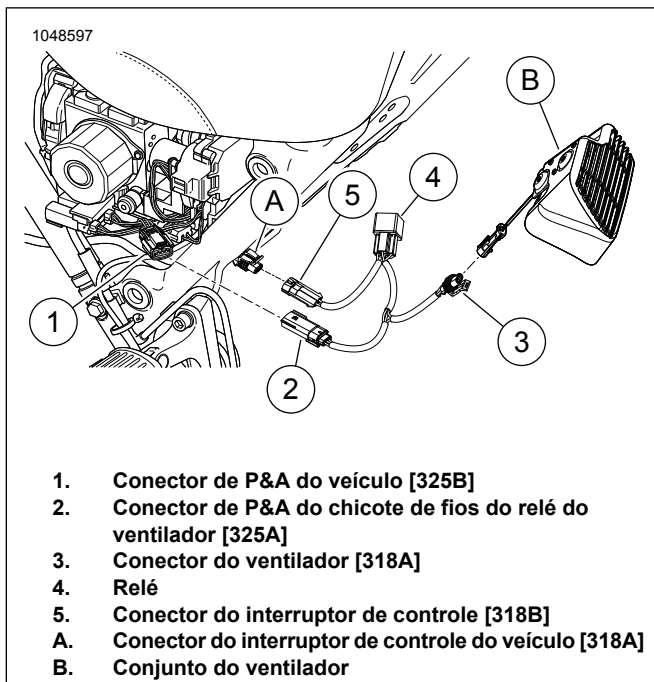
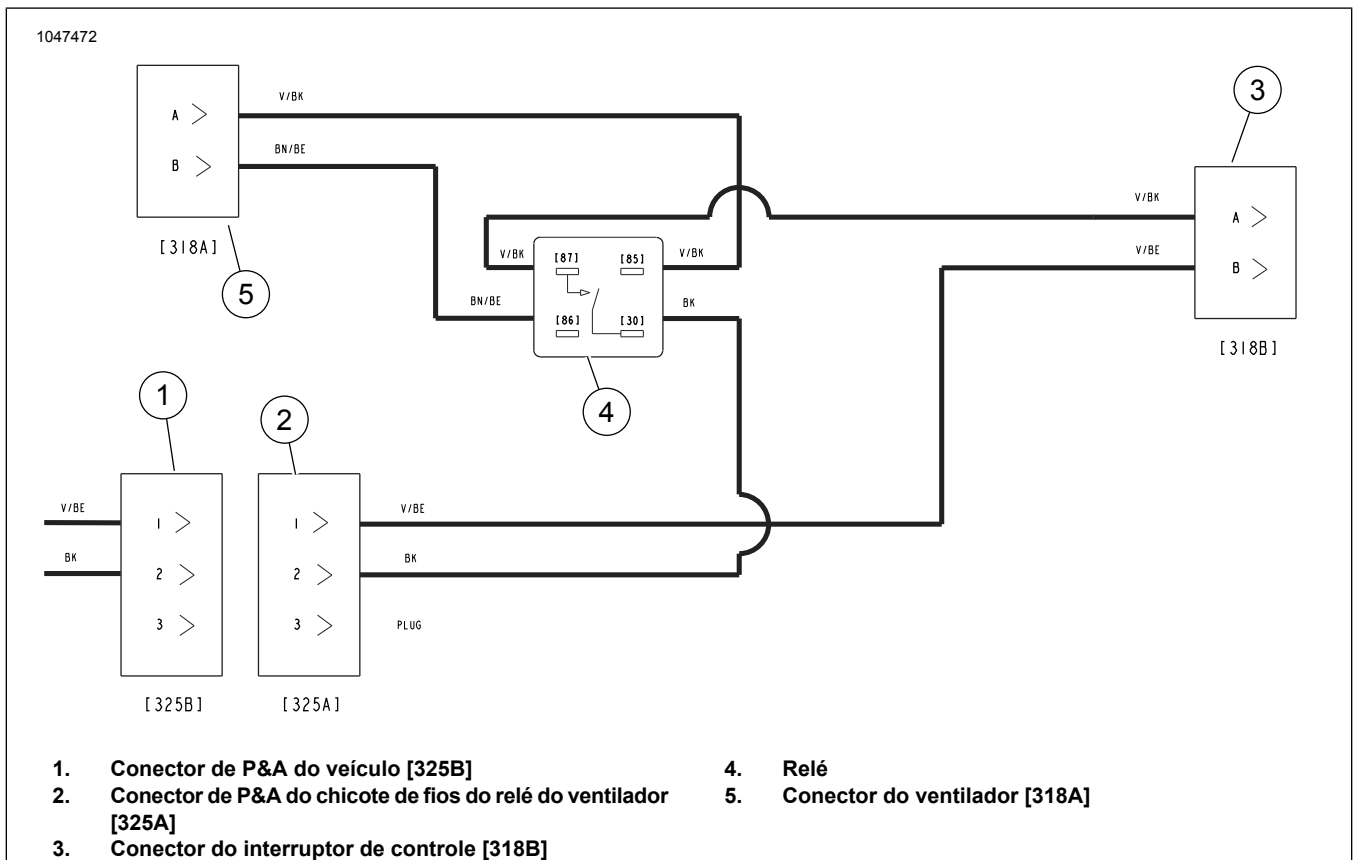

Figura 4. Conectores de chicote de fios
Figura 5. Diagrama da fiação do ventilador para conforto térmico
Veja Figura 5 . Instale um chicote de fios com adaptador de comutação de circuito opcional se mais de um acessório precisar ser conectado entre o conector de P&A do veículo (1) e o conector do chicote de fios do relé da ventoinha (2).
- Veja Figura 4 e Figura 5. Conecte os conectores do chicote de fios.
- a. Conecte o conector de P&A do veículo (1) no conector do chicote de fios do relé do ventilador (2).
- b. Conecte o conector do ventilador no conector do chicote de fios do relé do ventilador (3).
- c. Conecte o conector do circuito do interruptor do chicote de fios do relé do ventilador (3) no conector do veículo (A).